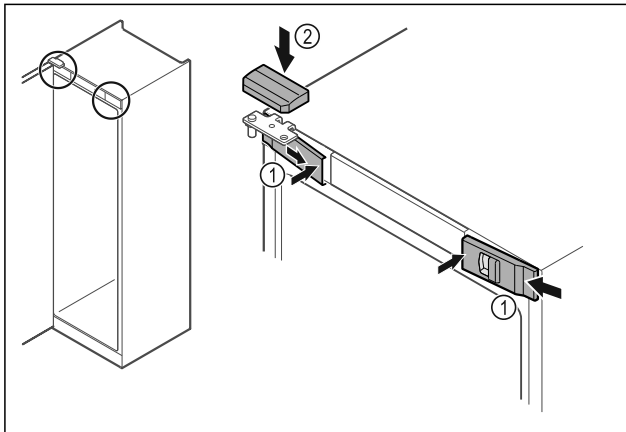

Fig. 54
- Kiinnitä etusuojukset Fig. 54 (1) sivulta ja lukitse sisäpuolelta paikalleen.
- Paina ylempi suojus Fig. 54 (2) yläkautta paikalleen.